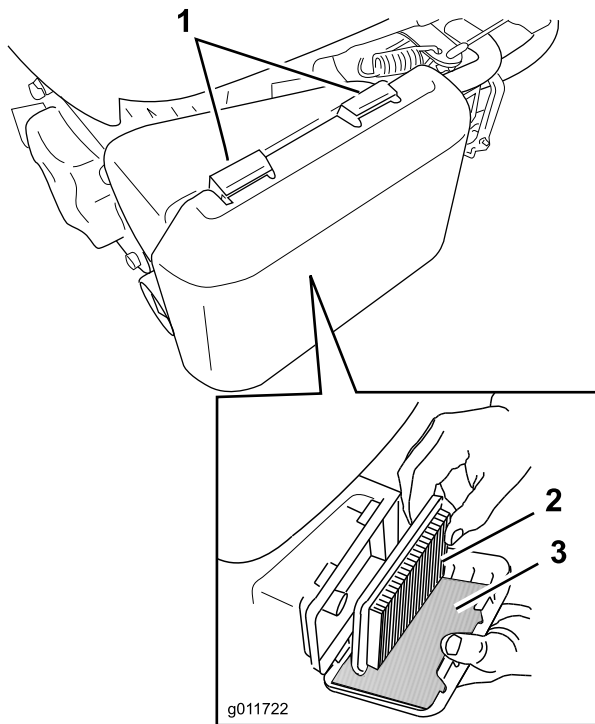

Bild 21
1. Drücken Sie die Verriegelungsnasen oben an der Luftfilterabdeckung nach unten (Bild 21).
3. Entfernen Sie den Papierfilter und den Schaumvorfilter (Bild 21).